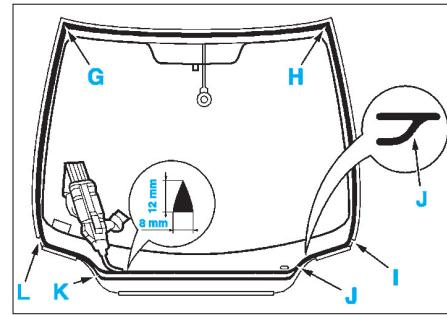

FIG. 78
- Prendre la buse livrée dans l'ensemble de collage et découper l'embout de la buse au ø 8,0 mm sur une hauteur de 12 mm (Fig.78).